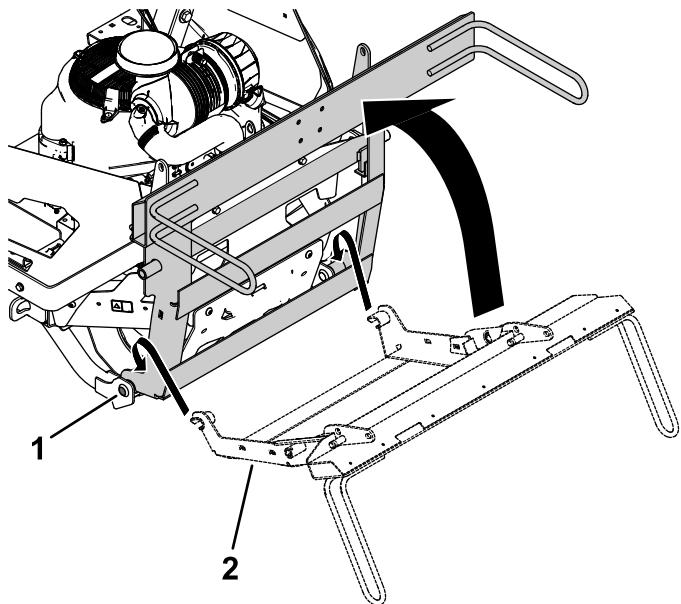

Bild 11
1. Arrangieren Sie den Rahmen des Heckfangsystems um die Lagerbolzen an der Stützhalterung und drehen Sie ihn nach vorne (Bild 11).